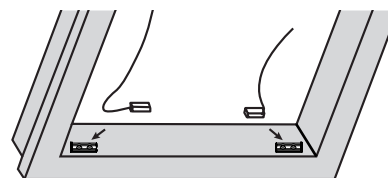

Рис.19
- 4) Надеть подоконные кронштейны на установленные опоры. Шнуры должны выходить с внешней стороны изделия (Рис.19) (Регулировка см. п.5).